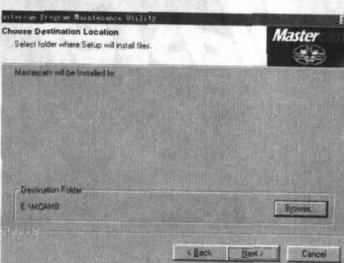

图 1-5
4) 在 Destination Folder (目标子目录) 中选 **Browse...** (浏览)，可选择所安装的根目录或子目录，设置好后选 **Next >** (下一步)，如图 1-5 所示。